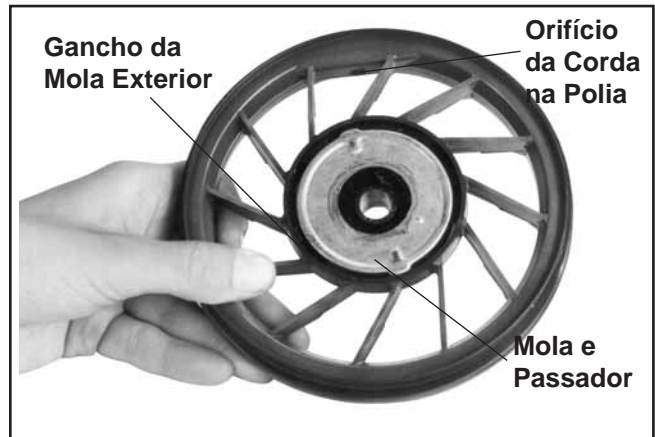

Figura 7-8. Posição da Mola, e Passador na Polia.
9. Anote a posição do conjunto da mola e do passador na polia. Consulte a Figura 7-8.
1. Certifique-se de que a mola e o veio central estão lubrificados com massa lubrificante. Coloque o conjunto da mola e do passador dentro da polia (com a mola virada para a polia). Consulte a Figura 7-8.